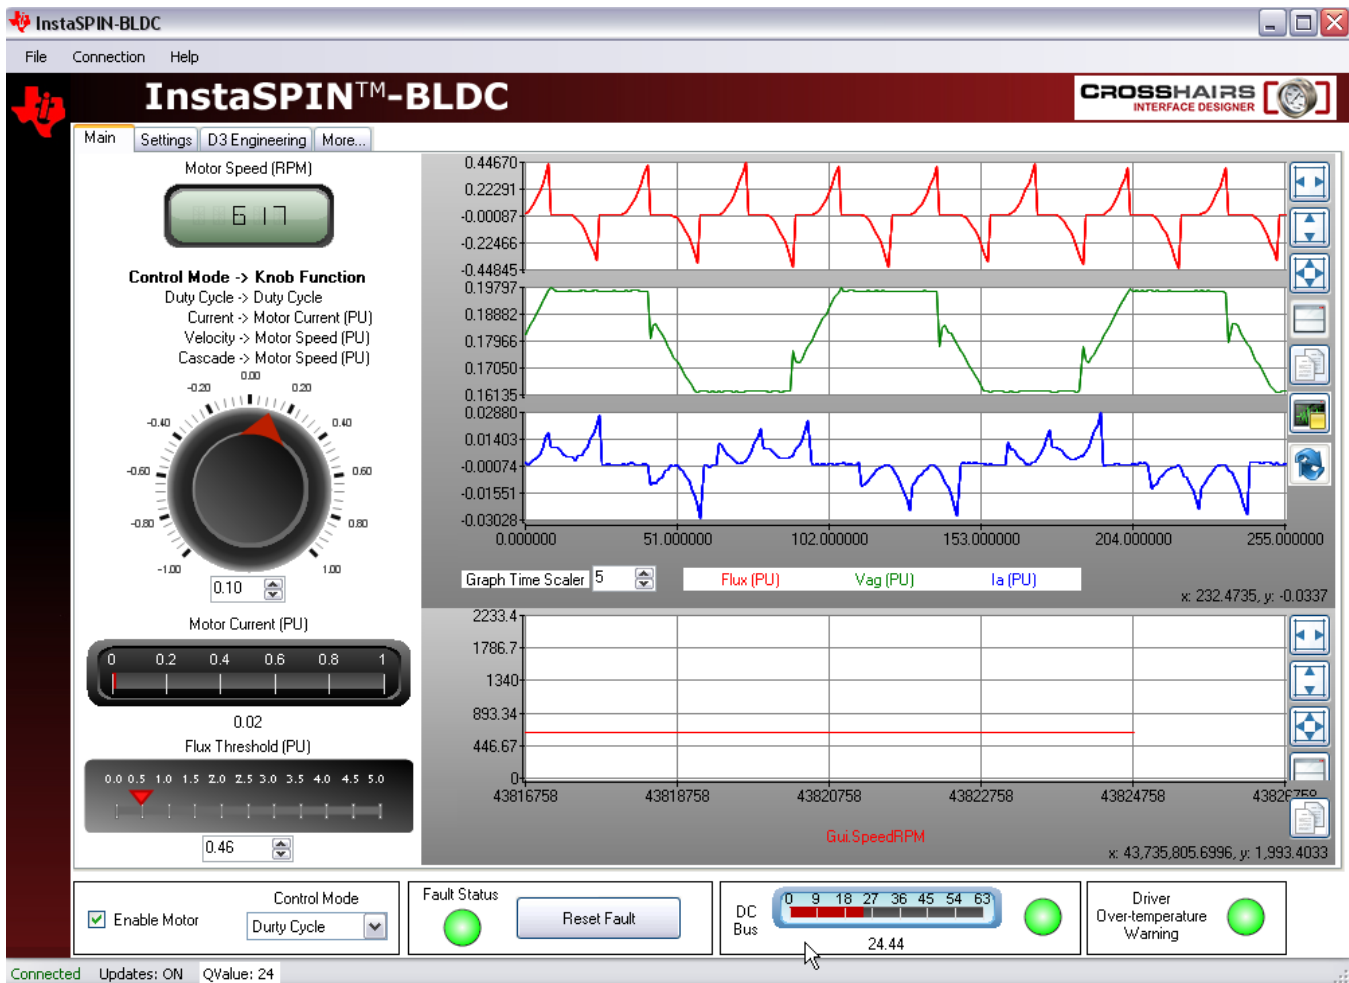

图 14. 调整磁通阈值
5. 将“磁通阈值”调整至一个较小的值（大约 0.4），直到换向在电压波形的拐点上发生（请见图 14）。